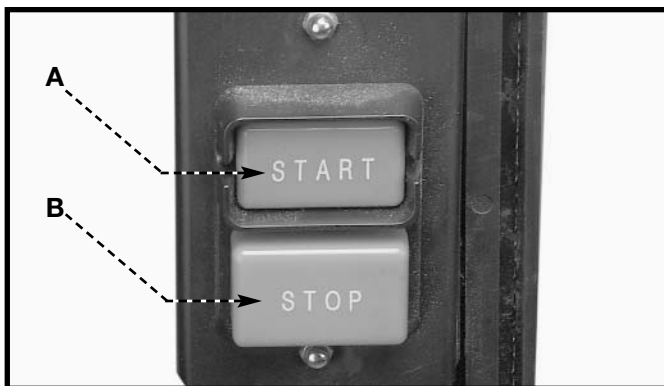

Fig. 23
El interruptor está situado en el lado izquierdo de la máquina. Para dar vuelta al "ON". de la máquina, empuje el botón de paro verde (A) Fig.23. Para dar vuelta al "OFF". de la máquina, empuje el botón de paro rojo (B).